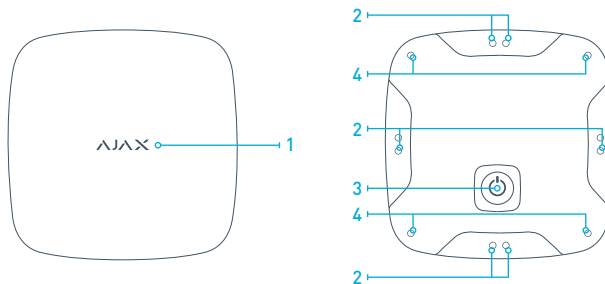
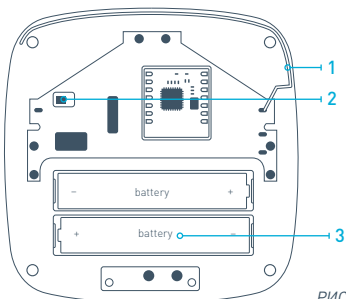

РИС. 1. Датчик затопления LeaksProtect
РИС. 2. Конструкция датчика затопления
4.1 Перед установкой датчик обязательно нужно зарегистрировать в охранной системе Ajax. Для регистрации датчика необходимо перевести приемное устройство охранной системы Ajax в режим «Добавить устройство» (как это сделать см. в руководстве к приемному устройству) и включить датчик зажатием кнопки «3» (РИС. 1) на 3 секунды. В момент включения исправный датчик должен мигнуть зеленым светодиодом. Запрос на регистрацию передается только в момент включения датчика! Если регистрация датчика в охранной системе по какой-либо причине не произошла, LeaksProtect мигает зеленым светодиодом 6 раз с периодичностью раз в секунду, после чего автоматически выключается (быстро мигая 3 раза). После чего датчик снова можно включать (датчик включается/выключается зажатием кнопки «3» на три секунды). Если LeaksProtect был удален из списка зарегистрированных в охранной системе устройств, то он аналогично мигает зеленым светодиодом 6 раз с периодичностью раз в секунду, после чего автоматически выключается, быстро мигая при этом три раза. Датчик затопления всегда работает в активном режиме, поэтому, при использовании центральной других производителей, его желательно размещать в постоянно активную 24-часовую охранную зону централи.
5.1 Датчик должен быть размещен в местах вероятной протечки воды из систем водоснабжения, отопления либо канализации: на полу под ванной, под умывальником, под стиральной машиной и т.д. При попадании воды на контакты «2» [РИС. 1], расположенные на нижней стороне датчика, происходит резкое падение сопротивления между ними и датчик передает на приемное устройство сигнал тревоги. Для активации тревоги достаточно детекции воды [жидкости] хотя бы на одной паре контактов. Рекомендуется проверить функционирование датчика в предполагаемом месте установки!
5.3 Небольшой датчик затопления жестко не фиксируется в месте установки, поэтому его можно случайно сдвинуть, зацепив его. В результате смещения может быть нарушена связь с приемным устройством или датчик будет удален от места возможной протечки. Это не позволит датчику выполнять свои функции. Чтобы избежать смещения датчика, он оборудован сенсором смещения [акселерометром]. При любых попытках изменить положение датчика встроенный сенсор смещения срабатывает, при этом на датчике включается зеленый светодиод на 1 с, и на приемное устройство передается сообщение о смене местоположения – это позволяет своевременно вернуть датчик затопления на место постоянной установки. Кроме того, в датчике предусмотрена защита от вскрытия тамперной кнопкой «2» [РИС.2], благодаря которой датчик отправляет сигнал на централь про открытие корпуса или неплотное его закрытие, при этом датчик включает зеленый светодиод на 1 с.
6.3 Своевременно заменяйте батареи питания на новые. При разряде батарей датчик передает соответствующий сигнал на центральный блок сигнализации. При разряженной батарее датчик зажигает и плавно гасит зеленый светодиод каждый час и при любой сработке. Для замены батарей открытые четыре самореза «4» [РИС. 1] по углам корпуса и снимите верхнюю крышку датчика. Замените батареи «3» [РИС.2] на новые, типа AAA, соблюдая полярность.